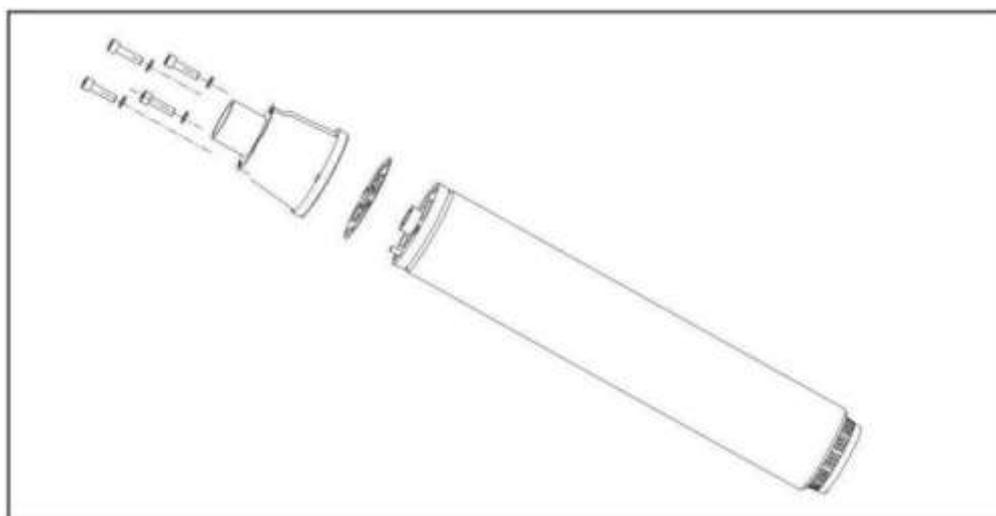

Рисунок 19: Замена прокладки
4. Замените старую прокладку на новую из комплекта поставки. Установите новую прокладку на новую ИПТ так, чтобы все отверстия совпали (см. Рисунок 19)